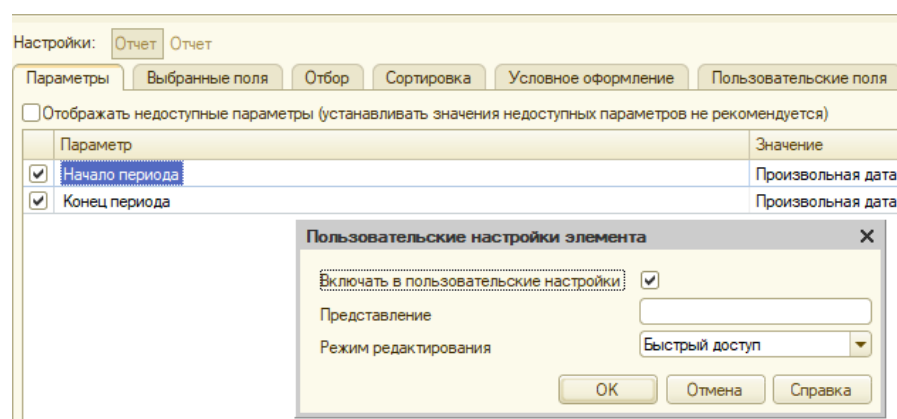

Рис. 2.6 Окно настроек отчета
5. Сначала укажите, что оба эти параметра будут использоваться в отчете – установите флажки в первой колонке. Затем выделите каждый из параметров, нажмите кнопку Свойства элемента пользовательских настроек и установите флажок Включать в пользовательские настройки (рис. 2.6).